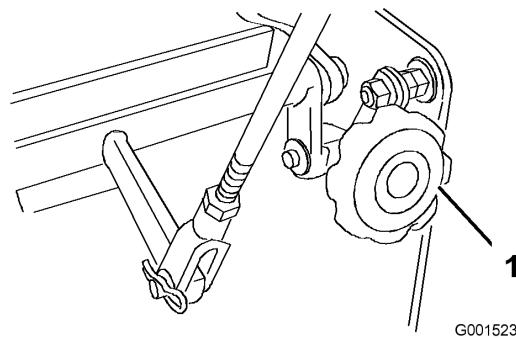

Figure 43
4. Si la machine se déporte d'un côté ou de l'autre, tournez le bouton Quick-Track. Tournez le bouton à droite pour diriger la machine vers la droite, et à gauche pour diriger la machine vers la gauche (Figure 43).